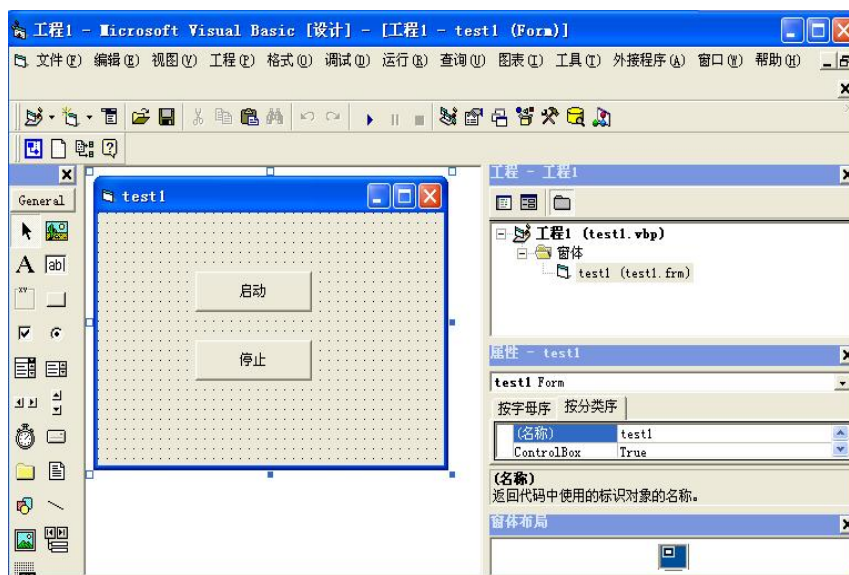

图 6.3 修改对话框（VB）
- 2) 打开 Visual Basic 6.0，新建一个“标注 EXE”工程，在对话框上添加按钮“启动”和“停止”，并将其名称分别修改为“CB_Start”和“CB_Stop”，如图 6.3 所示。